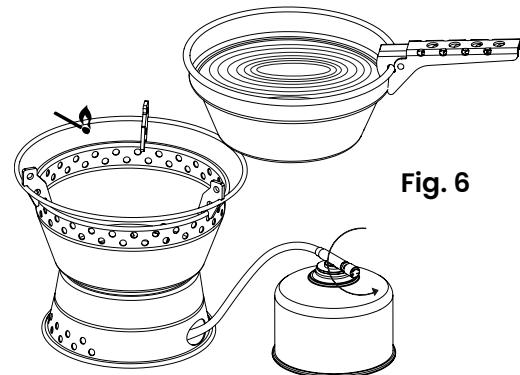

Fig. 6
- Halten Sie den Rand des Topfes mit dem Topfgreifer fest und setzen Sie ihn vorsichtig auf die Topfhalterung, um den Garvorgang zu starten (Abb. 6).